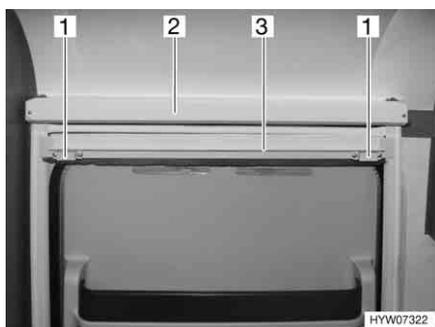

Fig. 14 Zanzariera a rullo, porta di ingresso
La zanzariera a rullo della porta di ingresso si trova nella cassetta superiore (Fig. 14,2).
- Chiusura:* ■ Tirare la zanzariera a rullo (Fig. 14,3) verso il basso agendo sul listello, finchè le calamite (Fig. 14,1) non aderiscono alla guida di metallo sul pavimento.
- Apertura:* ■ Tirare leggermente il listello (Fig. 14,3) verso l'alto finchè le calamite non si staccano e ricondurre lentamente la zanzariera a rullo nella cassetta.